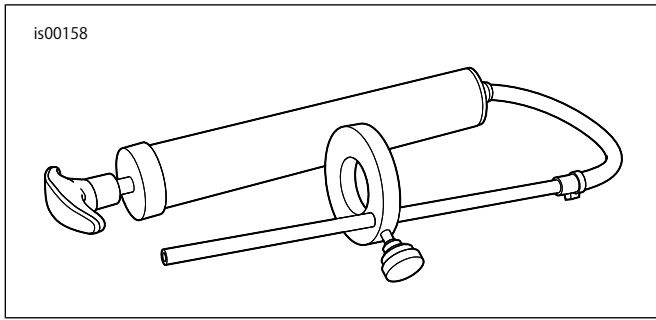

図2。フロントフォークオイルレベルゲージ(HD-59000B)
- a. 図2を参照してください。フロントフォークオイルレベルゲージ(部品番号HD-59000B)を用意します。